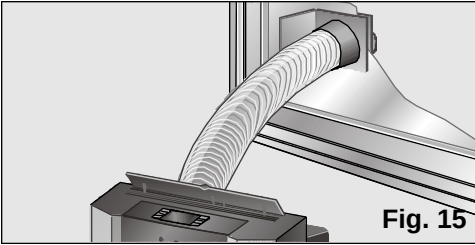

Fig. 15
- ☐ Dans le cas d'une installation fixe à travers une fenêtre, n'utilisez que la pièce terminale transparente de l'accessoire et il faut pratiquer un trou de 10,5 cm de diamètre dans la vitre, **Fig. 15**.